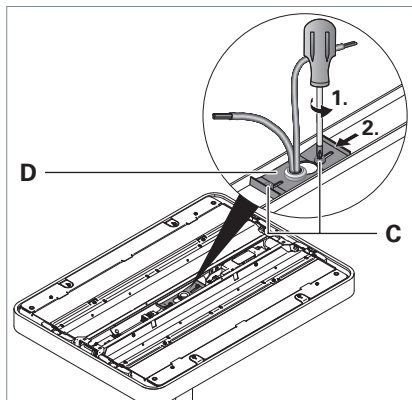

Fig. 25: Leuchtenkopf demontieren bei einer Leuchte mit mittiger Anbindung.
- Lösen Sie die beiden Schrauben **C** an der Halteleiste **D**, siehe Fig. 25.
- Schieben Sie die Halteleiste bis zum Anschlag auf die andere Seite, siehe Fig. 25.